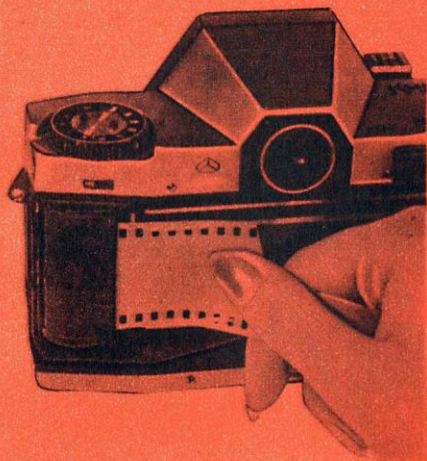

Рис. 6. Установка кассеты в аппарат
5. Вставить кассету с пленкой в гнездо до упора в верхний торец (рис. 6).